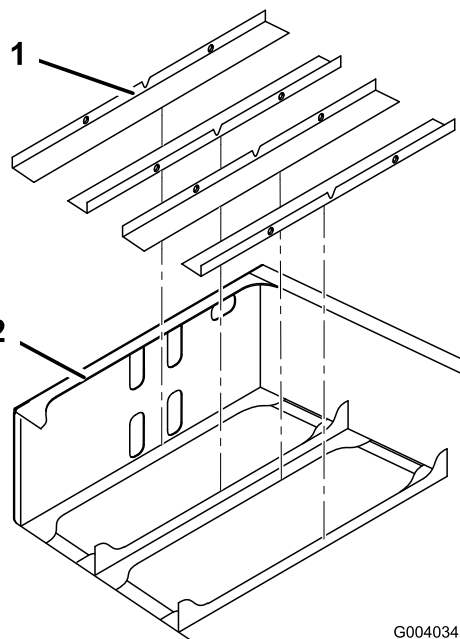

Figura 9
2. Instale a caixa dos tabuleiros das baterias na estrutura de montagem na retaguarda (Figura 9).